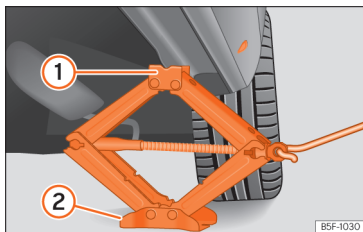

Fig. 244 Longarina: colocação do macaco do veículo.
- Rode a manivela do macaco, colocado por baixo do ponto de apoio da longitudinal, para levantá-lo até que o ressalto ① » » Fig. 244 se encontre por baixo do alojamento previsto.
- Alinhe o macaco de forma a que a patilha ① «encaixe» no alojamento previsto da longitudinal e que a placa base móvel ② fique apoiada no chão. A placa base ② deve ficar colocada na vertical relativamente ao ponto de apoio ①.